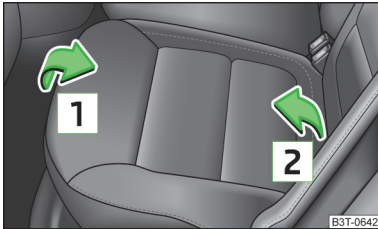

Abb. 78
- › Sitzfläche in Pfeilrichtung **1** » Abb. 78 hochziehen und in Pfeilrichtung **2** vorklappen.